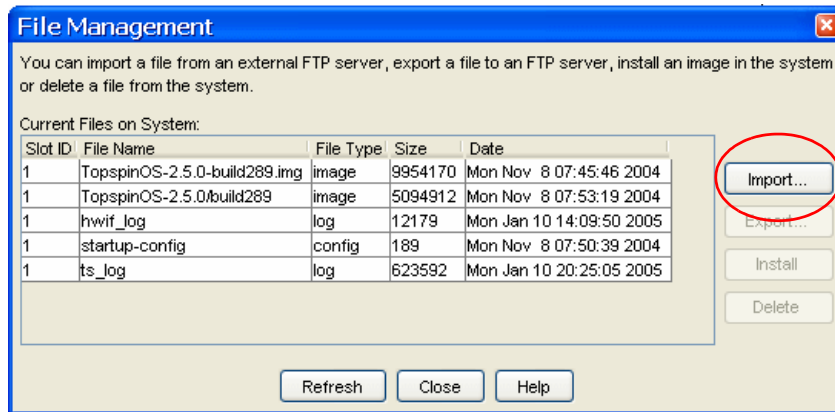

図 7-18 File Management
スイッチ上の現行ファイルのリストが、図 7-18 のようなウィンドウに表示されます。
**注：**システム上のシステム・イメージ・ファイルが複数ある場合、スイッチに新しいファイルをインポートできません。「File Management」ウィンドウ（88 ページの図 7-18）で古いイメージ・ファイルの 1 つをクリックして強調表示し、「Delete」をクリックしてください。古いファイルが削除された後、ファイルのインポートを再試行してください。
4. 「File Management」ウィンドウ（88 ページの図 7-18）で、新しいイメージをクリックして強調表示し、「Install」をクリックする。